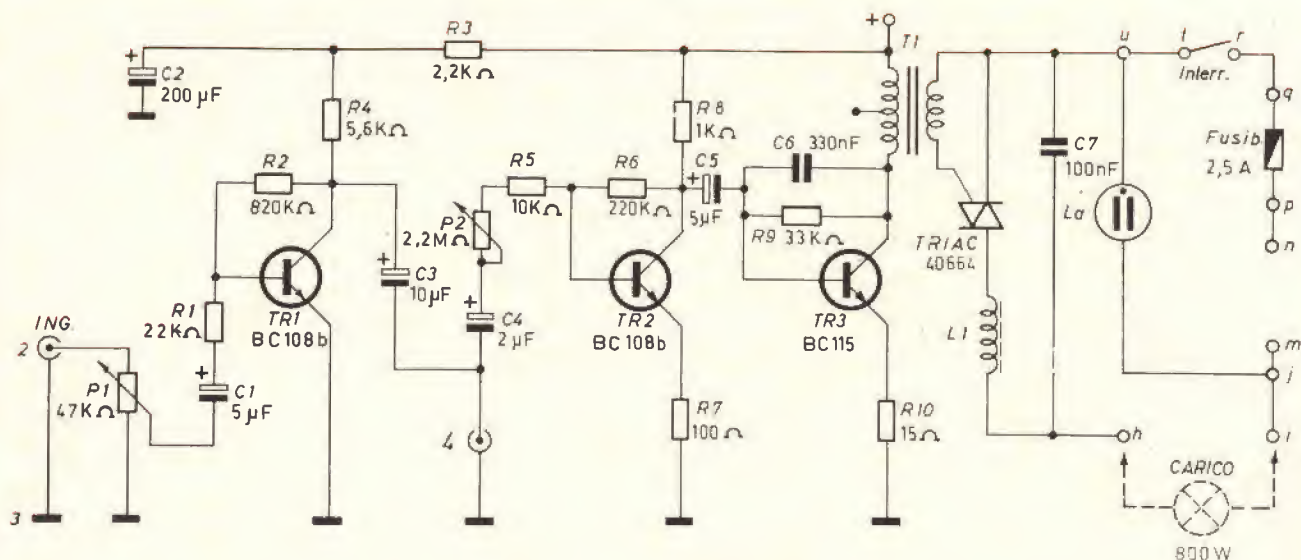

Fig. 1 - Schema elettrico.
**O**sservando il circuito elettrico illustrato in fig. 1 si nota che il segnale di bassa frequenza è applicato tra i punti 2 - 3 in parallelo a P1 e di qui, tramite C1, viene accoppiato alla base del transistor amplificatore. Il potenziometro P1 dà la possibilità di prelevare la quantità di segnale voluta. Il condensatore C3 ha due funzioni: quello di disaccoppiare il segnale per l'uscita nel punto 4 e di accoppiarlo tramite C4 - P2 alla base di TR2. Il potenziometro P2 regola il segnale da inviare agli stadi successivi TR2 e TR3 che sono due stadi di un circuito amplificatore.